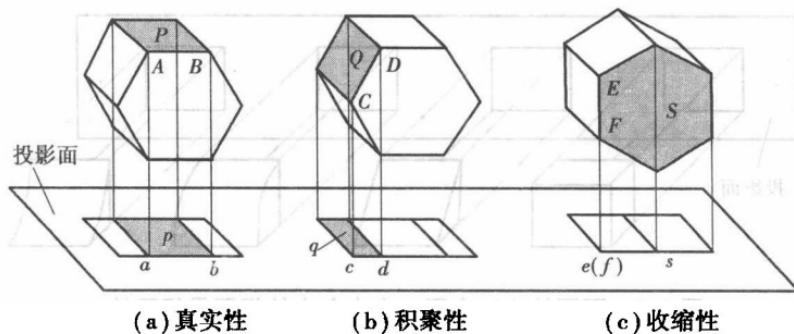

图 1.6 正投影的基本特性
正投影有 3 个基本特性,如图 1.6 所示。
(1) 真实性。物体上的平面(或直线)与投影面平行时,其投影反映实形(或实长),如图 1.6(a)所示。
(2) 积聚性。物体上的平面(或直线)与投影面垂直时,其投影积聚为一直线(或一点),如图 1.6(b)所示。
(3) 收缩性。物体上的平面(或直线)与投影面倾斜时,其投影缩小(或变短),并产生变形,如图 1.6(c)所示。